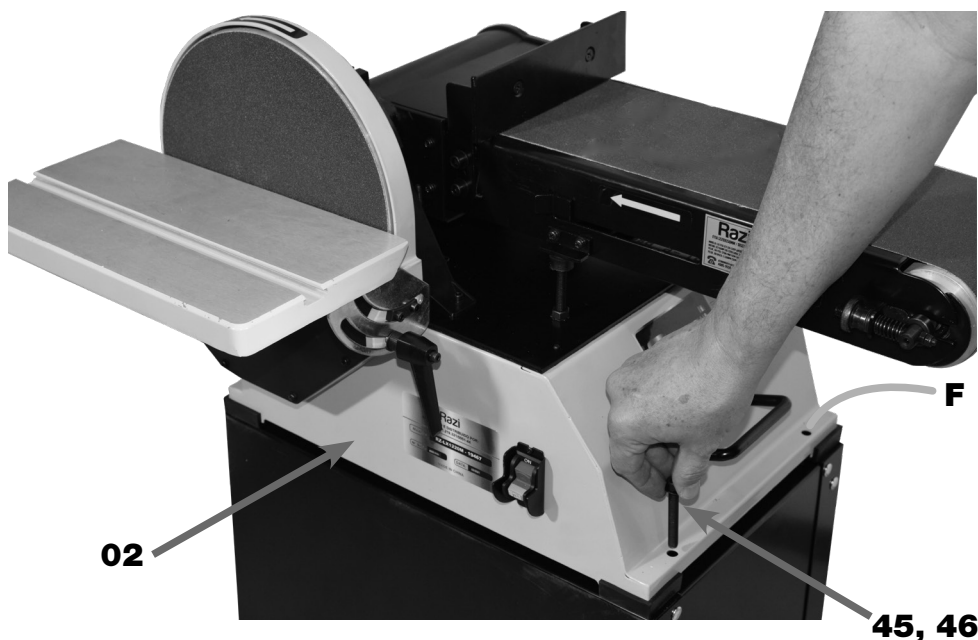

FIGURA 19 – Montagem da Base sobre o Gabinete de Apoio
4. FIXAR a Base (02) com os Parafusos de Fixação (45) (allen M8x55) pelos Furos **F** como ilustrado pela figura 19, junto com a respectiva Arruela Lisa (46);
5. CERTIFICAR do aperto dos Parafusos de Fixação (45);
6. ENCAIXAR a Palheta de Segurança (61) na Chave LIGA/DESLIGA (23) e CONECTAR o Plugue de Alimentação (25) na Rede Elétrica.